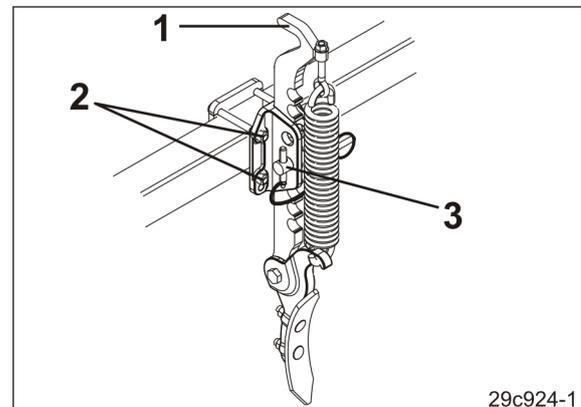

Рис. 184
1. Возьмите следорыхлитель трактора за ручку (Рис. 184/1).
2. Ослабьте винты (Рис. 184/2) и отрегулируйте следорыхлитель трактора по горизонтали.
3. Затяните винты (Рис. 184/2).
2. Ослабьте палец (Рис. 184/3) и отрегулируйте следорыхлитель трактора по вертикали.
3. После выполнения регулировки зафиксируйте палец (Рис. 184/3) шплинтом с кольцом.